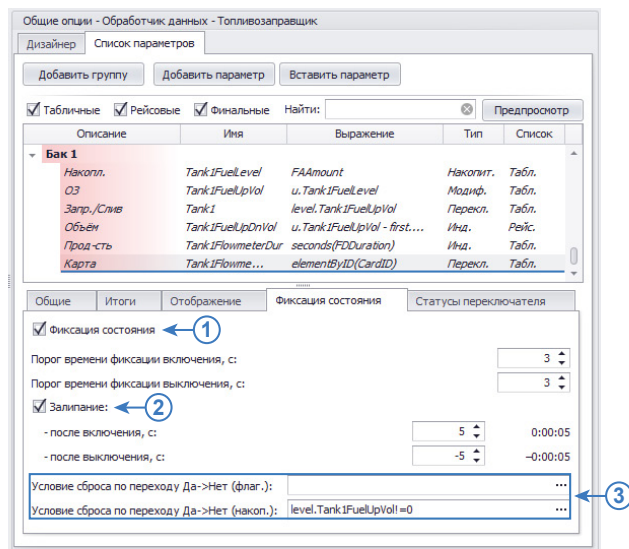

Рис.90. Фиксация состояния переключателя.
Переключатели позволяют фиксировать переключения датчиков и их состояния. Из-задребезга контактов или других факторов могут возникнуть ложные срабатывания. Программа АвтоГРАФ 5 ПРО позволяет отфильтровать подобные ошибки. Для настройки обработки состояний переключателей необходимо перейти на вкладку «Фиксация состояния» (**Рис.90**).
Для фильтрации ложных переключений необходимо включить опцию «Фиксация состояния» (Рис.90) и задать временные пороги фиксации включенных и выключенных состояний.
• Фиксация состояния (Рис.90, п.1).
• Обработка залипания (Рис.90, п.2)
• Сброс состояния переключателя (Рис.90, п.3)
На Рис.90 приведен пример условия, которое выполняется, пока идет заправка – параметр «ОЗ», возвращающий объем заправки не равен 0. Как только заправка прекращается, параметр становится равным 0, соответственно перестает выполняться заданное условие – Параметр «Карта», возвращающий фамилию владельца карты – водителя или заправщика, сбрасывается в выключенное состояние.